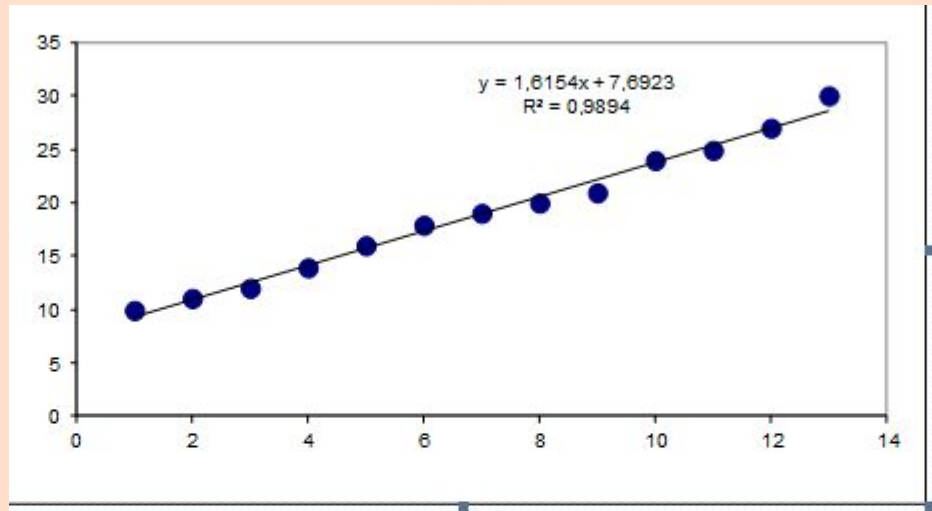

Рис. 5. Диаграмма рассеяния. Наблюдается наличие сильной зависимости между переменными величинами x и y.
3. Строится точечный график и определяется наличие зависимости посредством определения линии тренда и коэффициента аппроксимации (рис. 5, 6).